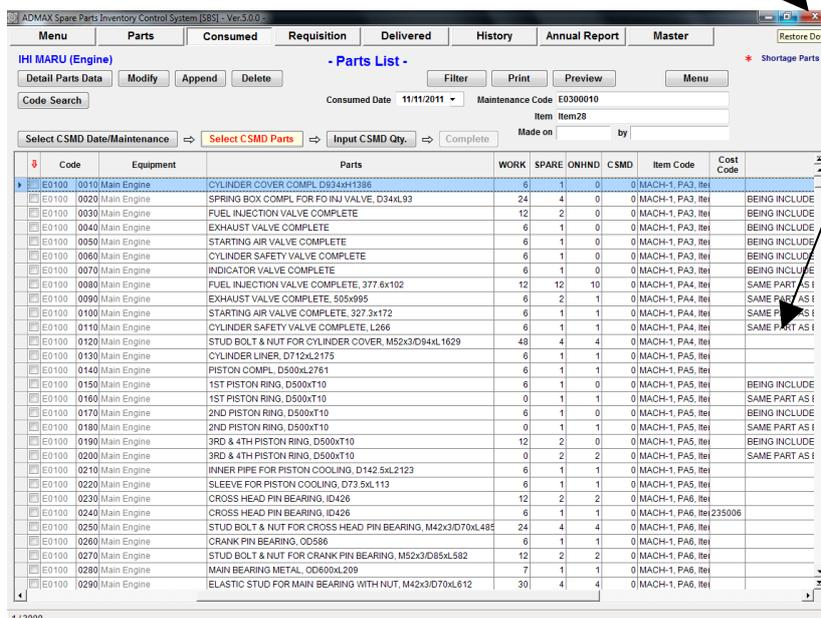

図 6-10 SPICS 画面
- (3) SPICS(図 6-10)において、消耗部品の選択及び管理が可能です。